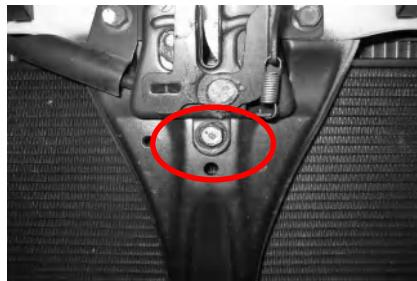

図 2
- ②図 2 のボルトをはずし、コアステー(アッパー)を共締めしてください。